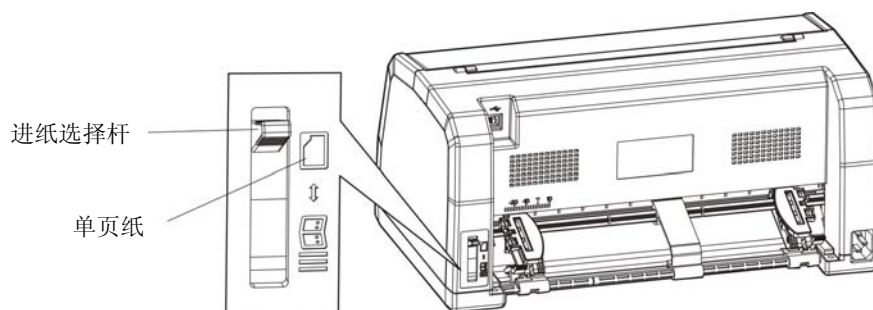

图 3-2 设定进纸选择杆位置（单页纸）
- 设定进纸选择杆于单页纸打印方式状态（如图 3-2 所示）。